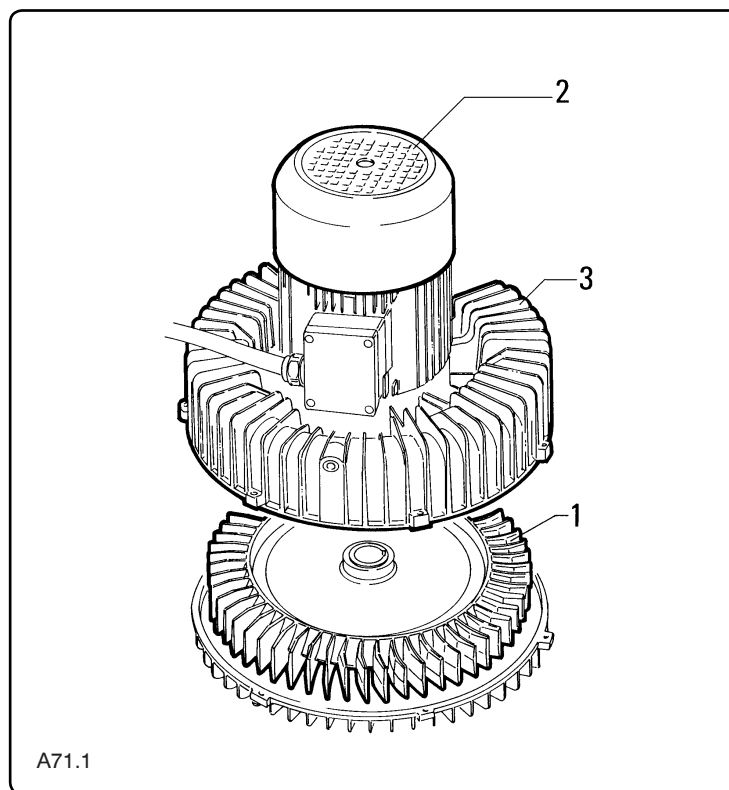

Fig. 8.5.9
8.5.8 - Verificare lo stato della ventola aspirante (fig.8.5.9)
8.5.8 - Checking the condition of the suction fan (fig. 8.5.9)
8.5.8 - Controlar el estado del ventilador aspirante (fig. 8.5.9)